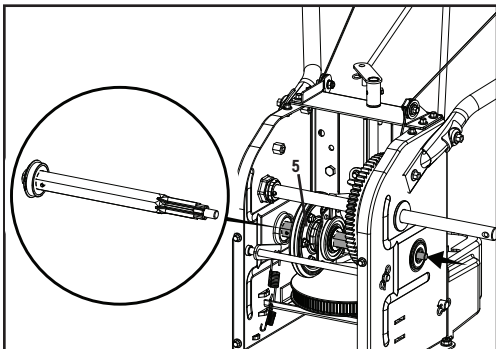

Figure 51
5. Positionnez prudemment l'arbre hexagonal vers le bas et la gauche avant d'enlever l'assemblage du disque d'embrayage (5) de l'arbre en le faisant glisser prudemment. (figure 51).